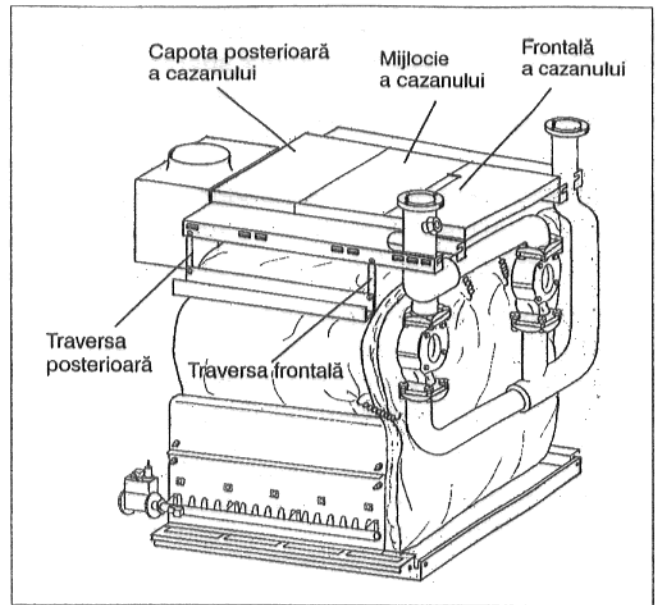

Fig. 32
- Se va așeza capota frontală a cazanului și se va fixa cu două șuruburi de tablă la partea posterioară a traversei frontale (Fig. 32).
- Se așează capota posterioară a cazanului și se înșurubează la traversa posterioară (Fig. 32). Începând cu mărimea 2 x 12 există deasemenea o capotă mijlocie de cazan care trebuie așezată între capota frontală și cea posterioară (Fig. 32).